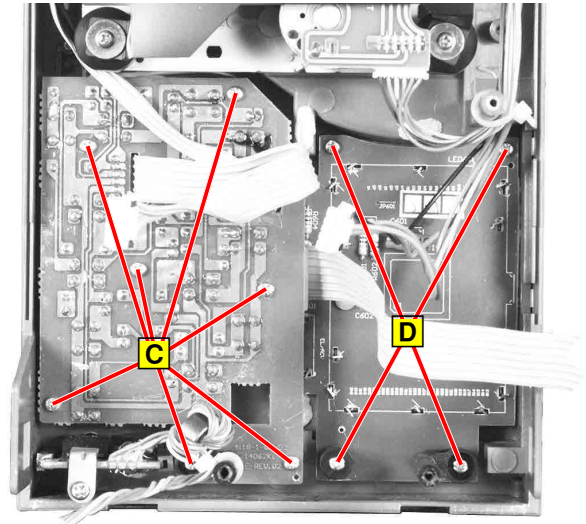

Fig. 18
- 7 Schrauben **C** (Fig. 18) herausdrehen.
- 4 Schrauben **D** (Fig. 18) herausdrehen.
- Undo 7 screws **C** (Fig. 18).
- Undo 4 screws **D** (Fig. 18).